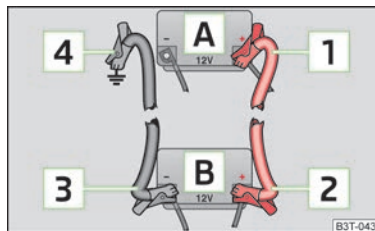

Fig. 138
- Prindeți un capăt **[1]** » fig. 138 la polul plus al bateriei descărcate **[A]**.
- Fixați un capăt **[3]** » fig. 138 la polul minus al bateriei furnizare de curent **[B]**.